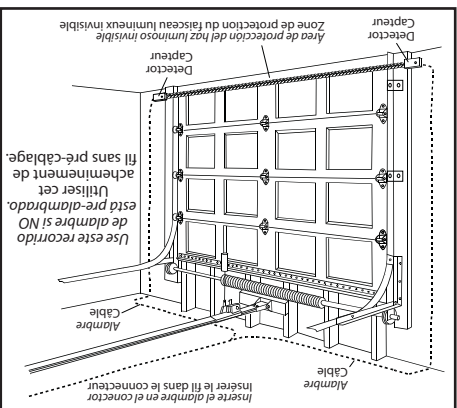

FIG. 4-6
- Sujete en forma segura los alambres a la pared y al cielo raso a medida que avanza (**Fig. 4-6 en la página siguiente**).
- Bien fixer les fils au mur et au plafond au fur et à mesure (**Fig. 4-6 sur la page suivante**).